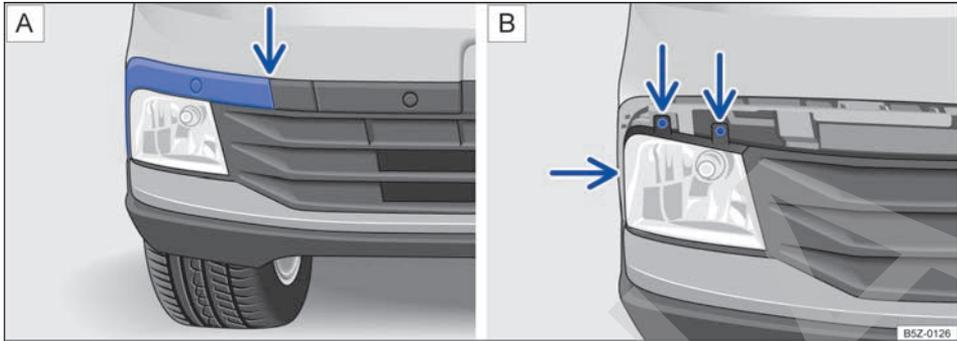

Fig. 142 En el parachoques delantero: **A** desinstalar la moldura del faro de neblina y **B** retirar los tornillos del faro de neblina.
Desencajar la moldura, con cuidado → , primero del lugar indicado por la flecha → fig. 142 A. Desmontar completamente para acceder a los tornillos del faro de neblina.
4. Retirar los tornillos indicados por las flechas → fig. 142 B.
14. las flechas → fig. 142 B, para fijar el farol de neblina.
15. Volver a colocar la moldura de izquierda a derecha → fig. 142 A.